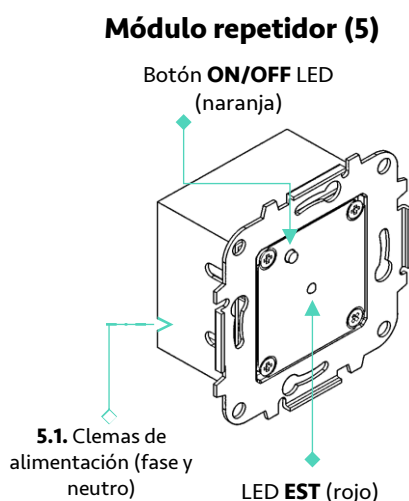

Figura 16. Detalle módulo repetidor (5)
El **módulo repetidor (5)** es externamente muy similar al **módulo de activación (3)** (Figura 16), salvo por el número de diodos LED empleados y la opacidad de la tapa externa (que es opaca en lugar de translúcida), **tratándose similarmente a efectos de instalación y mantenimiento**. Cuenta con un LED de Estado **(EST)**, que indica que el módulo **(3)** está repitiendo la señal mientras los demás módulos tratan de comunicarse. Cuenta también con un botón **(ON/OFF)**, que permite apagar el LED **(EST)** una vez se ha comprobado que el sistema funciona correctamente desde las ubicaciones finales de todos los módulos instalados, permitiendo ahorrar energía y disminuyendo su impacto visual.